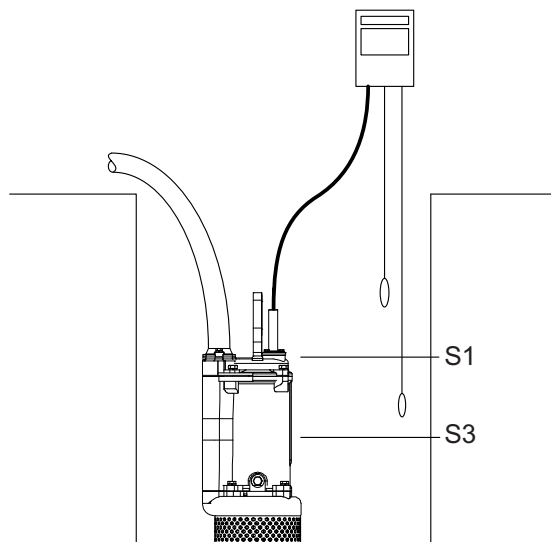
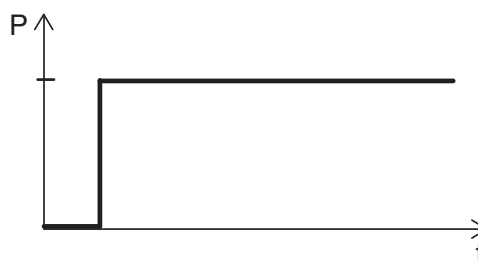

Рис. 8 Уровень жидкости
Рис. 9 S1, непрерывный режим эксплуатации
- в переменном режиме с частичным погружением насоса, S3. См. рис. 8.
В данном режиме насос может работать непрерывно без остановки для охлаждения, см. рис. 9. При полном погружении насос достаточно охлаждается окружающей перекачиваемой средой. Смотрите также рис. 8.
В этом режиме насос частично погружен в перекачиваемую жидкость, т.е. уровень жидкости должен быть не ниже середины корпуса электродвигателя. См. рис. 8.